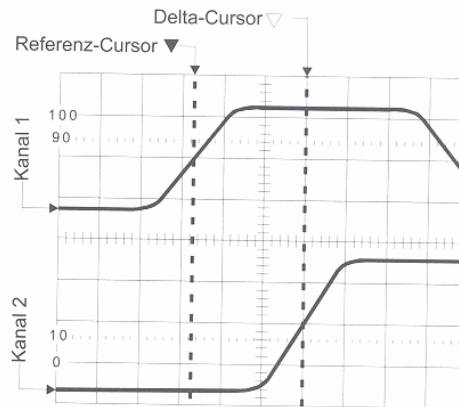

Abbildung 8.7-1
- 4.) Ermitteln Sie den zeitlichen Abstand (siehe **Abbildung 8.7-1**).